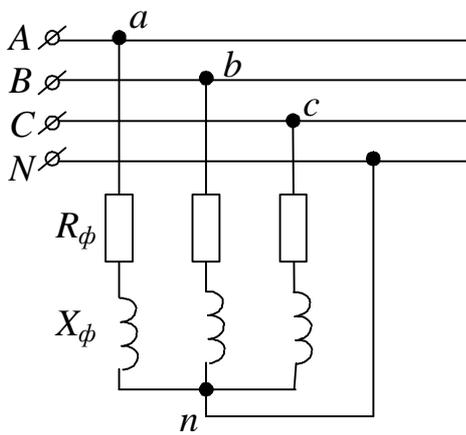

Рис.2.15
**Задача 2.7.** К трехфазной линии с линейным напряжением  $U_L = 380 \text{ В}$  подключены три одинаковых приемника ( $R_\phi = 3 \text{ Ом}$ ,  $X_{L\phi} = 4 \text{ Ом}$ ), соединенные по схеме "звезда с нейтральным проводом" (рис.2.15). Определить токи в фазах и нейтральном проводе и потребляемую мощность (активную, реактивную, полную). Построить векторную диаграмму токов и напряжений.